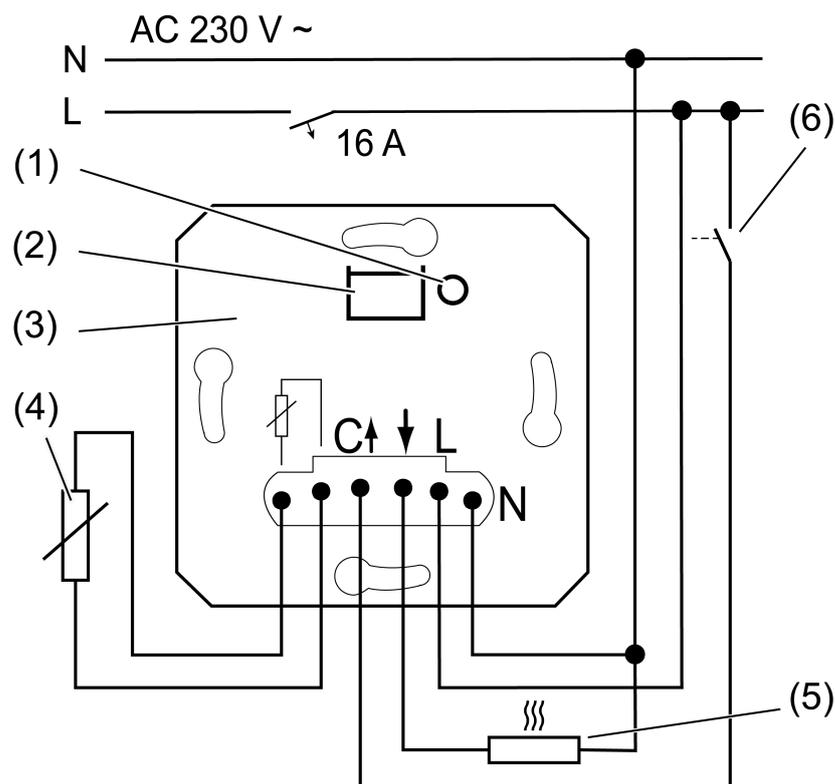

рисунок 1: Пример подключения вставки
- (1) Кнопка **TEST**
- (2) Интерфейс насадки со светодиодом
- (3) Вставка
- (4) Дистанционный датчик для внешнего измерения температуры
- (5) Электрическое отопление в полу или электротермический сервопривод
- (6) Переключающий контакт для переключения на режим охлаждения (опция)
- Подключите вставку (3) согласно монтажной схеме (см. рисунок 1).
- В качестве опции можно подключить внешний дистанционный датчик (4) (принадлежности).
- i** Коротким нажатием кнопки **TEST** (1) можно включить элемент нагрузки. Светодиод (2) горит при включенном элементе нагрузки.